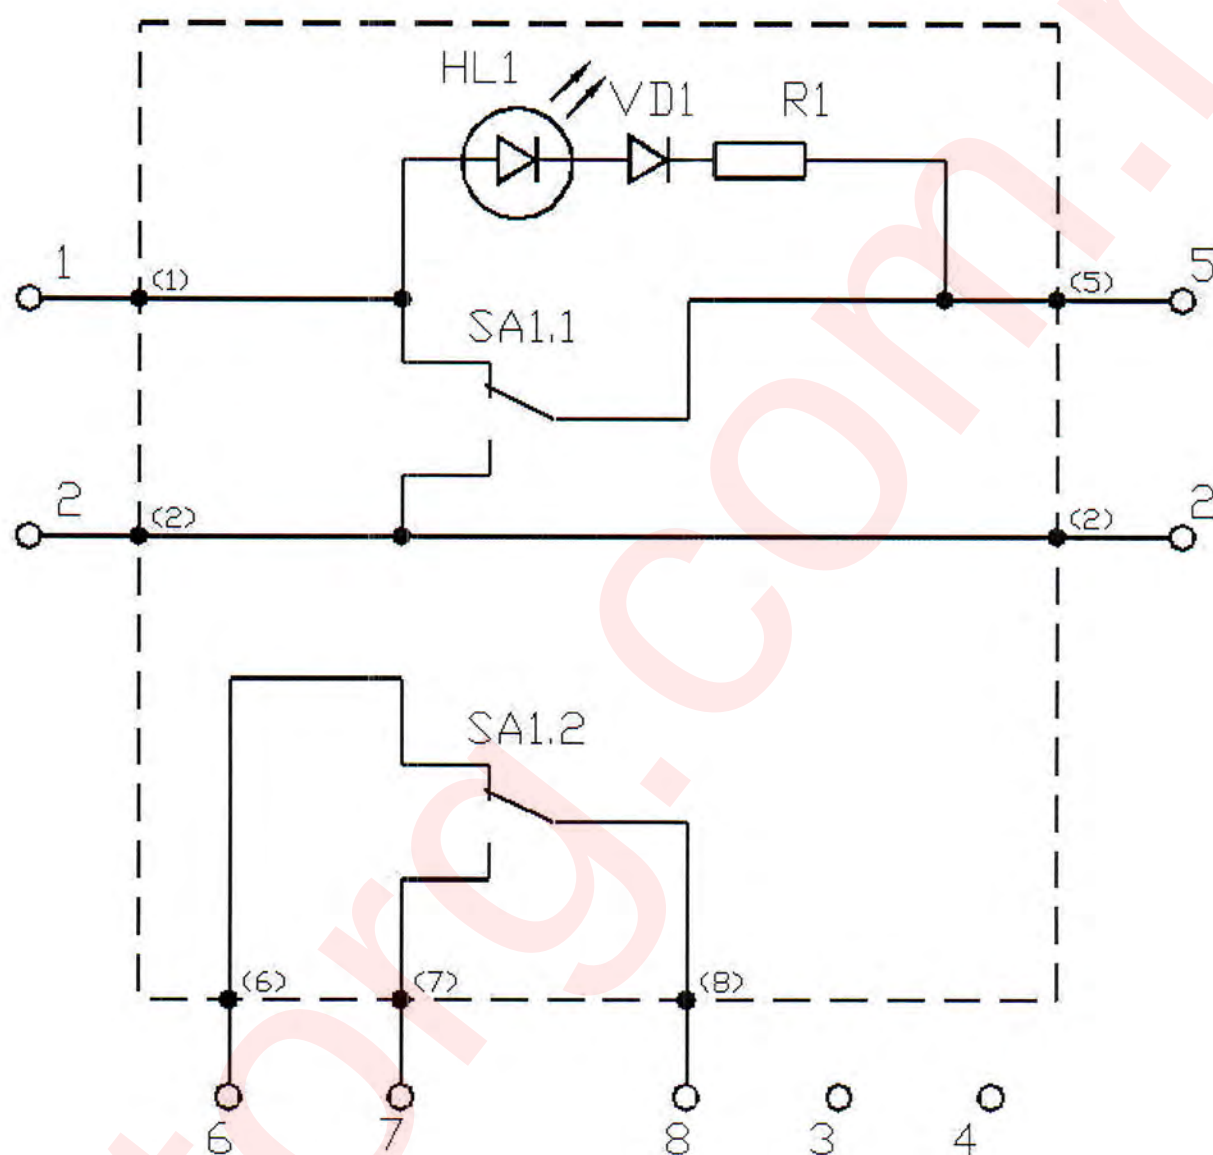

Рисунок 4. Схема электрическая принципиальная выключателя ВД 220В
6.2.1 Установка и способ присоединения кабель-троса¹ (троса) к выключателю ВД-1 без фиксации отключенного состояния, показан на рис. 4. При воздействии на трос линии экстренного отключения происходит поворот вала привода по часовой стрелке в положение "СТОП" и срабатывание выключателя. После прекращения воздействия на трос, вал привода восстанавливает свое первоначальное положение с усилием обратного хода не менее 90 Н. Такое усилие обеспечивает установку выключателей на расстоянии друг от друга до 120 м, при угле наклона конвейерной линии до 18 градусов.
6.3.1 Схема электрическая принципиальная выключателей ВД-1, ВД-2 и ВД-3 показана на рис. 4. Она состоит из одновременно срабатывающих SA1.1 и SA1.2 контактов исполнительного элемента ИЭ и схемы диагностики и индикации, VD1, HL1, R1. В схемах подключения можно использовать варианты с нормальнозамкнутым или нормальноразомкнутым контактами. Схема диагностики и индикация предназначена для определения характера неисправности в линии аварийного отключения с концевым диодом. При нормальной работе выключателя нормально замкнутый контакт элемента SA1.1 закорачивает схему диагностики и индикации и светодиод не горит. При срабатывании выключателя цепочка разблокируется и светодиод загорается, при этом нормально разомкнутый контакт элемента SA1.1 закорачивает линию управления после выключателя.